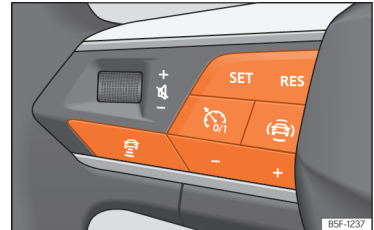

Abb. 117 Am Multifunktionslenkrad: Tasten zur ACC-Bedienung.
»» (Abb. 117).
- Taste **SET** drücken, um die Regelung zu starten **>>> (Abb. 117)**.
Um die Geschwindigkeit zu programmieren, drücken Sie die Tasten **+** oder **– >>> (Abb. 117)** bis zur gewünschten Geschwindigkeit. Die Einstellung der Geschwindigkeit erfolgt in Schritten von 10 km/h (5 mph).
- Taste **⏏** und dann Taste **+** oder **– >>> (Abb. 117)** drücken.
- Taste **⏏ >>> (Abb. 117)** kurz drücken oder Bremspedal treten.